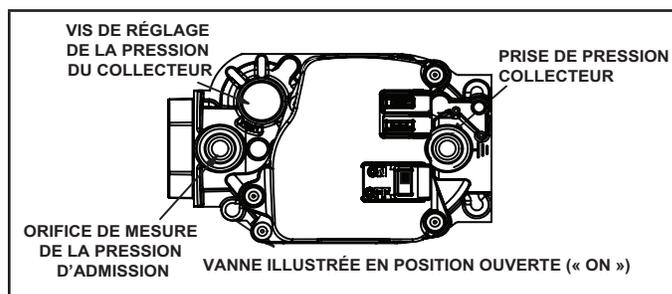

FIGURE 55
Fonctionnement de la vanne de gaz (FIGURE 55)
- 6 - Mettre le contacteur de la vanne de gaz sur «OFF». Voir la FIGURE 55.
- 8 - Mettre le contacteur de la vanne de gaz sur «ON». Voir la FIGURE 55.